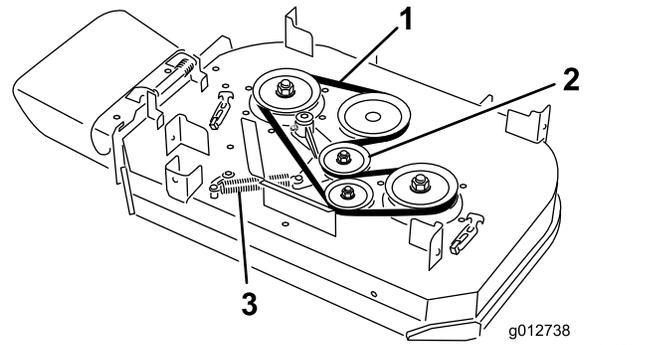

Figura 63
4. Retire a mola do fixador no braço intermédio (Figura 63).
5. Retire a correia do cortador gasta (Figura 63).
6. Instale a nova correia do cortador em torno da polia da embraiagem, das polias da plataforma e da polia intermédia (Figura 63).
7. Instale a mola no perno do fixador no braço intermédio (Figura 63).
4. Retire a mola do perno do fixador no braço intermédio (Figura 63).
8. Instale a mola no perno do fixador no braço intermédio (Figura 63).